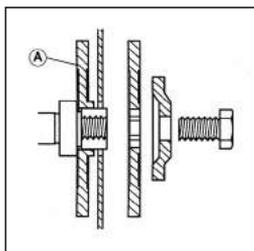

FIG. 1
- Installare la flangia A nel lato interno dove il foro del mandrino nel disco di taglio è di $\varnothing 22,2$ mm ($\varnothing 7/8$ "). **(FIG. 1)**